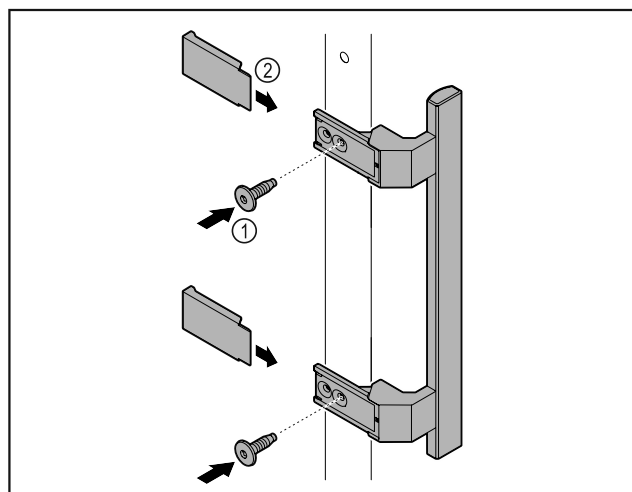

Fig. 7
- ▶ Skru håndtaget i tilbehørspakken fast på døren med de medfølgende skruer Fig. 7 (1).
- ▶ Sæt afdækningen Fig. 7 (2) på.